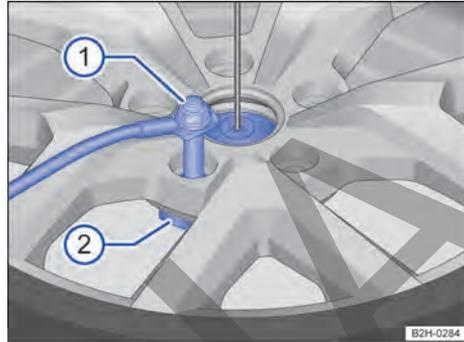

Fig. 205 Rueda de repuesto o de emergencia: colocar el tornillo de seguridad.
1. Enrosque el tornillo de seguridad → **fig. 205 ①** en el soporte para llantas en el sentido de las agujas del reloj.